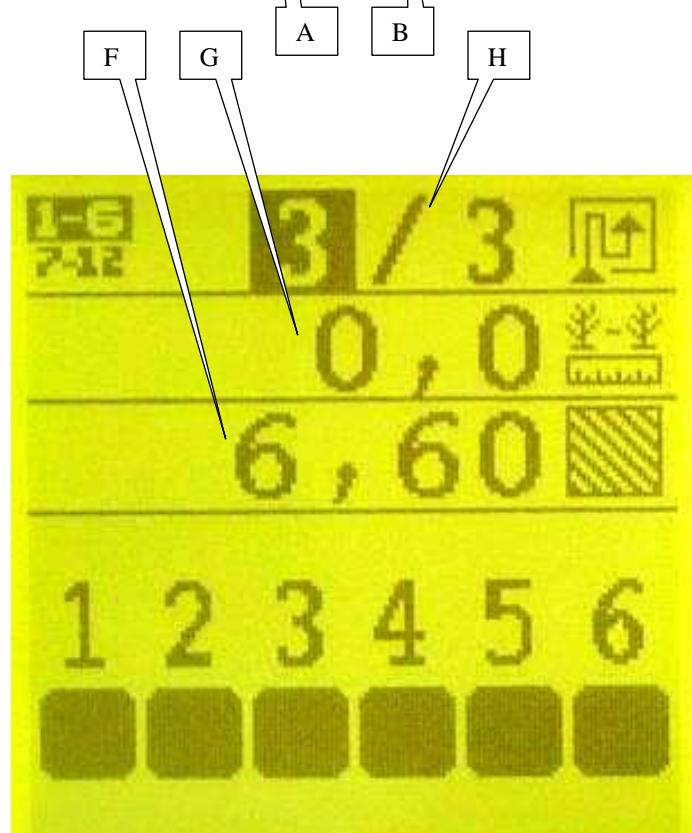

Fig. 2
Appuyer sur les touches ou pour faire défiler les lignes et ainsi visualiser les lignes cachées (Fig. 2).
- F : compteur de surface total (Fig. 2)
- G : distance moyenne entre graines (Fig. 2)
- H : jalonnage (Fig. 2)
Press the or keys to scroll through the lines and so view the hidden lines (Fig. 2).
- F: total surface area meter (Fig. 2)
- G: average distance between grains (Fig. 2)
- H: marking (Fig. 2)
Auf die Taste oder drücken, um in den Zeilen zu blättern und die verdeckten Zeilen anzuzeigen (Abb. 2).